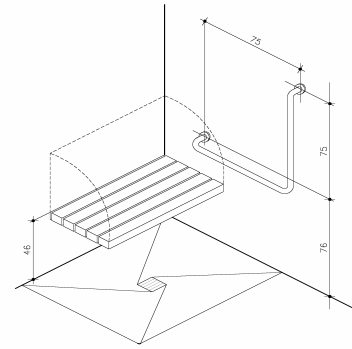

Figura 7
C.2 Asiento: Debe instalarse un asiento fijo, móvil o abatible, que tenga un ancho de 40cms mínimo y estar construido con materiales no lacerantes, fácilmente lavables y que permitan un desagüe inmediato. Debe estar colocado a una altura comprendida entre los 48cms y los 50cms medidos desde el nivel de piso terminado. (Ver figura 7).
En términos específicos, se debe colocar para la ducha, una agarradera en forma de "L" de 75cms de longitud, ubicada a 76cms de altura con respecto al nivel de piso terminado. (Ver figura 7).
D.2 Asiento: Para auxiliar la transferencia a la bañera, se debe colocar sobre ella un banco móvil de 40cm de profundidad y de longitud igual al ancho de la bañera. (Ver figura 7).